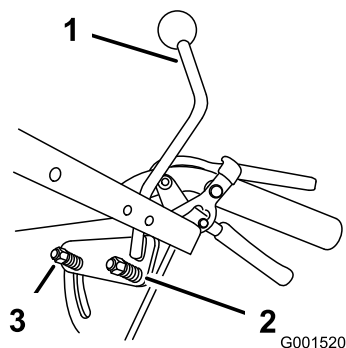

Figure 40
**Remarque:** Si le point mort n'est pas constant, vérifiez que les deux ressorts sont bien serrés sur le levier de commande de vitesse sous la console, en particulier le ressort de pivot arrière. Répétez les réglages ci-dessus au besoin (Figure 40).